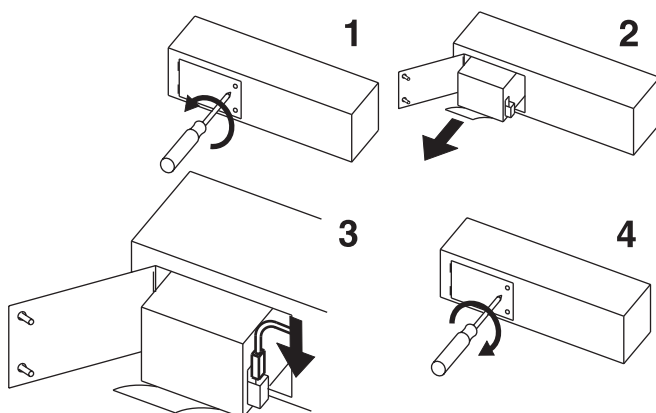

图 20. 将电池连接到 UPS
c. 该部件装运出厂时未连接电池。如图 20 所示将电池连接到 UPS。